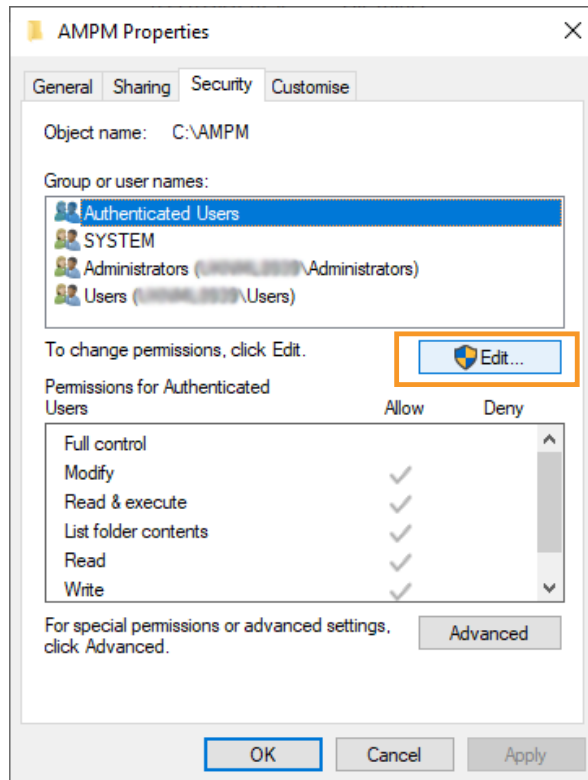

Abbildung 40 „Properties“ (Eigenschaften), Registerkarte „Security“ (Sicherheit) und „Edit“ (Bearbeiten)
1. Navigieren Sie zum AMPM-Datenordner, klicken Sie mit der rechten Maustaste und wählen Sie **Properties** (Eigenschaften). Wählen Sie die Registerkarte **Security** (Sicherheit), gefolgt von **Edit** (Bearbeiten) (siehe Abbildung 40).